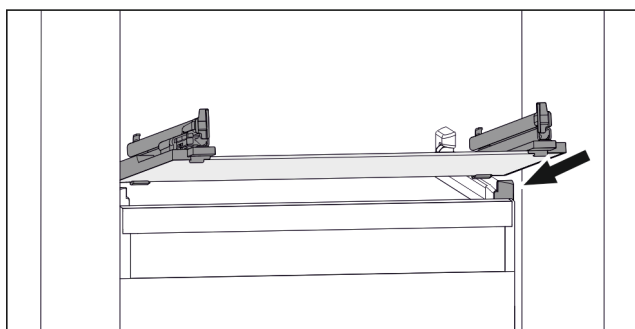

Fig. 140 Lasihyllyn esimerkinomainen kuvaus
- ▶ Aseta lasihylly vinosti rajoittimien taakse. (katso Fig. 140)